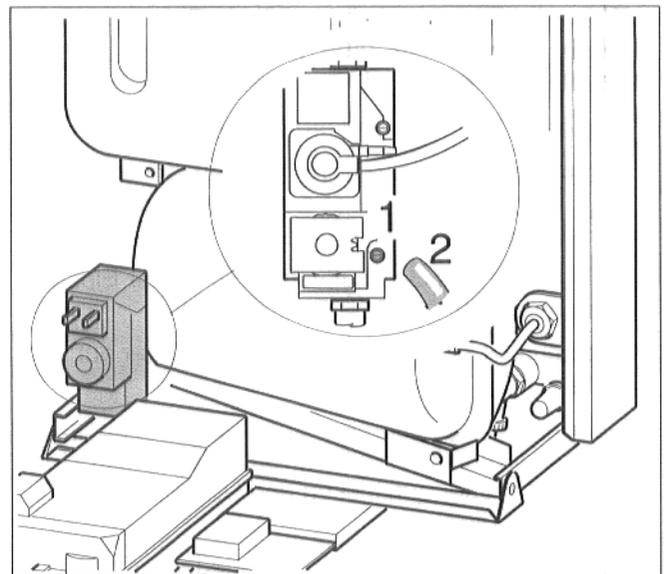

Abb. 23 Gasanschlußdruck messen
- Verschlußschraube am Prüfnippel für Gasanschlußdruck (Abb. 23, Pos. 1) zwei Umdrehungen lösen.
- Meßschlauch des Druckmeßgeräts auf den Prüfnippel aufstecken (Abb. 23, Pos. 2).